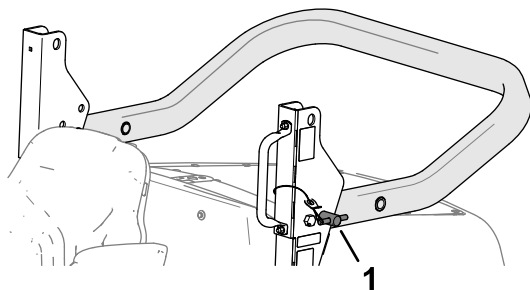

Bild 31
- Entfernen Sie die Überrollbügelstifte aus den Schwenkhalterungen (Bild 31).